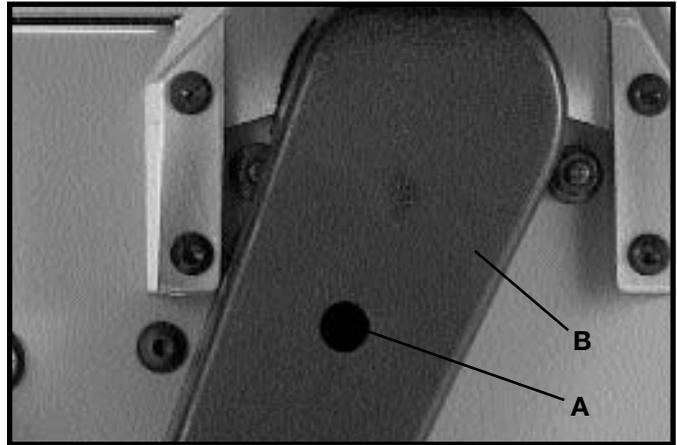

Fig. 43
2. Quite el tornillo (A) Fig. 43 utilizando la llave Allen suministrada, y quite el protector de correa (B).